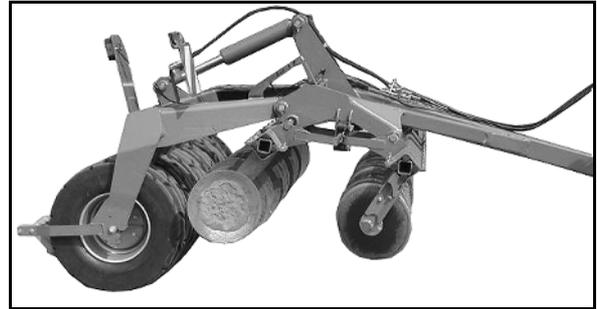

Fig. 26
- Levantar completamente ambas filas de discos (Fig. 26).